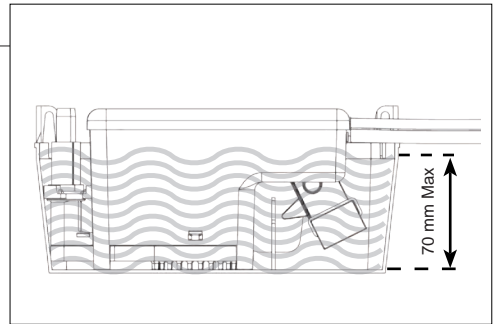

Fig.7
**ou dans un bac de hauteur max. 70mm. (Fig. 7)**